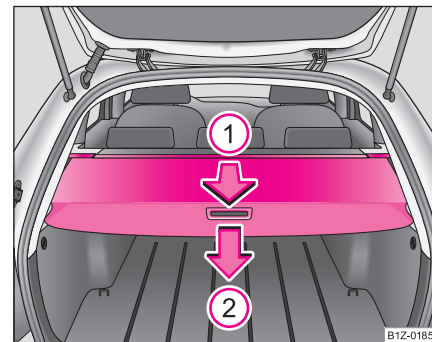

Fig. 84 Maletero:
- Tire de la cubierta del maletero en el sentido de la flecha ① hasta el tope en posición asegurada ⇒ página 103, fig. 84.
Si Ud. desea utilizar todo el espacio del maletero, podrá desmontar la cubierta del mismo ⇒ **página 103, fig. 84.**